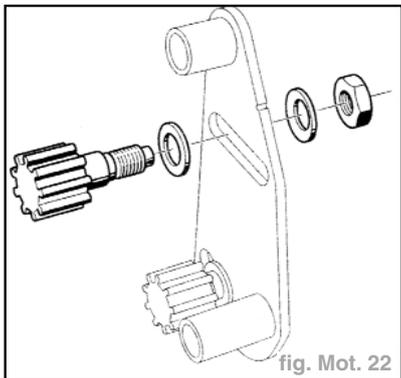

fig. Mot. 22
- Mettre en lieu et place le pignon denté du **Mot. 1509-01** (en réutilisant les deux rondelles et l'écrou du **Mot. 1509** (fig. Mot. 22).